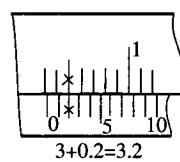

图 1-1-12 读游标卡尺尺寸步骤实例
(1) 读出主尺上尺寸的整数，即副尺零线左侧在主尺上的毫米整数值。如图 1-1-12 所示为 3 mm。
(2) 读出副尺上尺寸的毫米小数值，即找出副尺上哪一条刻线与主尺刻线对齐，该副尺刻线的次序数乘以游标的读数值，读出尺寸的毫米小数值。图 1-1-12 所示为  $2 \times 0.1 = 0.2$ (mm)。
(3) 把主尺上和副尺上的两个读数相加,即得所测量的尺寸。图 1-1-12 所示尺寸的读数为  $3 + 0.2 = 3.2$ (mm)。